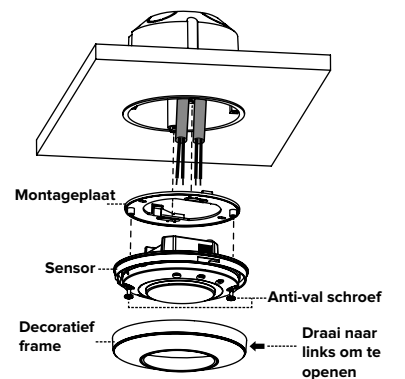

FIG. 7
3. Schroef de montageplaat van de sensor onder de centraaldoos en bevestig hem, middels de twee anti-val schroeven, in de behuizing van de sensor. (FIG. 7)